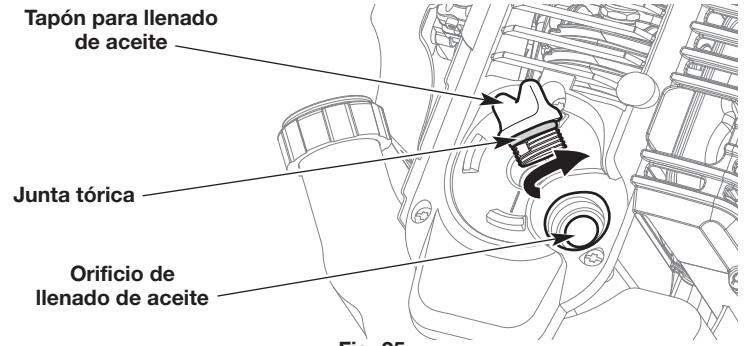

Fig. 25
3. Limpie la zona que rodea el tapón de llenado de aceite (Fig. 25) a fin de evitar que ingresen residuos en el orificio de carga de aceite (Fig. 25).
7. Compruebe que la junta tórica esté en su lugar en el tapón de llenado de aceite (Fig. 25).
1. Limpie la zona que rodea el tapón de llenado de aceite (Fig. 25) a fin de evitar que ingresen residuos en el orificio de carga de aceite.
5. Vierta 3.04 onzas líquidas (90 ml) de aceite SAE 30 dentro del orificio de llenado de aceite (Fig. 25).